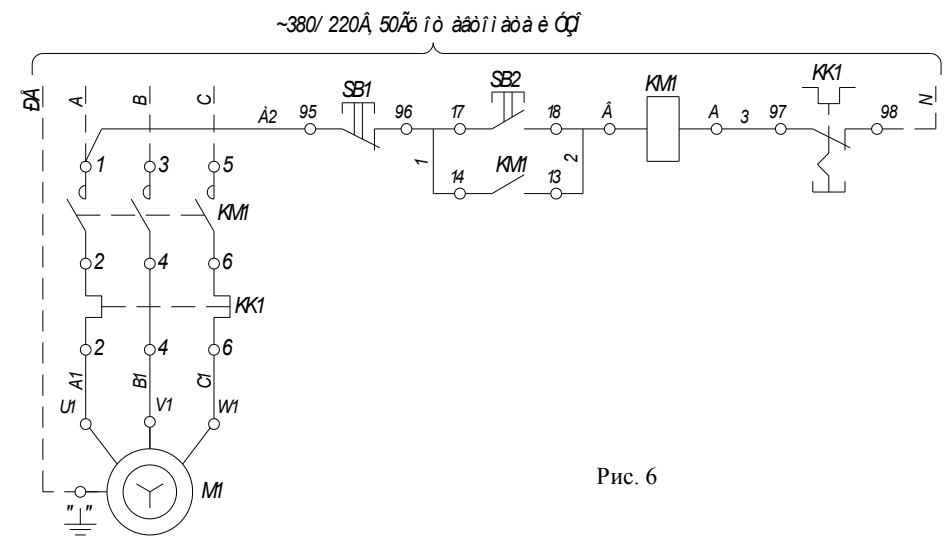

Рис. 6
5.7 Подключение Установок к источнику питания осуществляется по схеме рис. 6.
6.2.8 Выполнить подключение (рис.6) при этом: